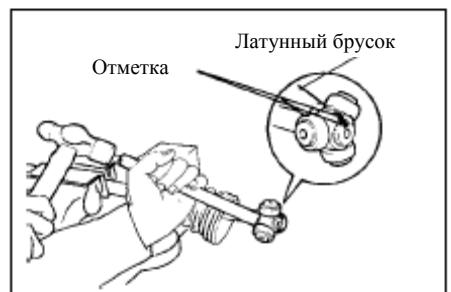

Рис. 131
(4) Отсоедините тринод с вала с помощью молотка и латунного бруска.(рис. 131)